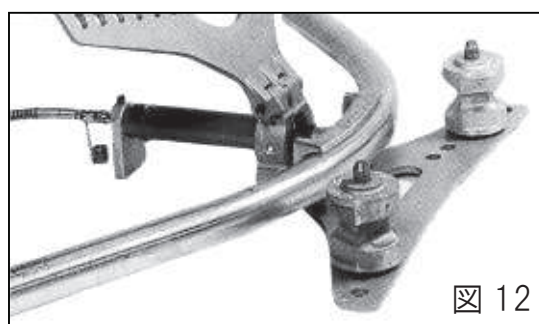

図 12
6. ご希望の曲がりが得られましたら、ポンプの戻しバルブをゆるめてラムを下げてください。ラムが完全に下がりましたらオープンフレームを開いて管を取り出してください。（図12）